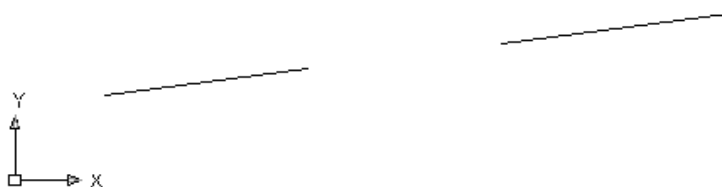

Figura 2.96. Rectas colineales.
**Ejemplo.** Unir dos segmentos de línea colineales (ver figura 2.96).